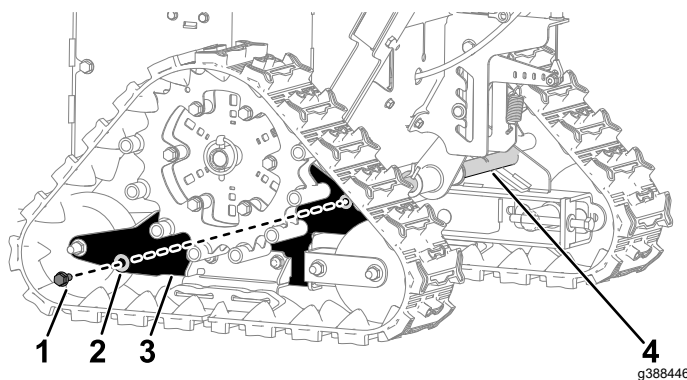

Bild 1
2. Entfernen Sie auf der linken Seite der Maschine die Schraube (5/16" x 3/4") und die Unterlegscheibe (3/8" x 7/8"), mit denen die Raupenstütze an der Gelenkstange befestigt ist, und entsorgen Sie diese (**Bild 1**). Wiederholen Sie diese Schritte an der rechten Seite.